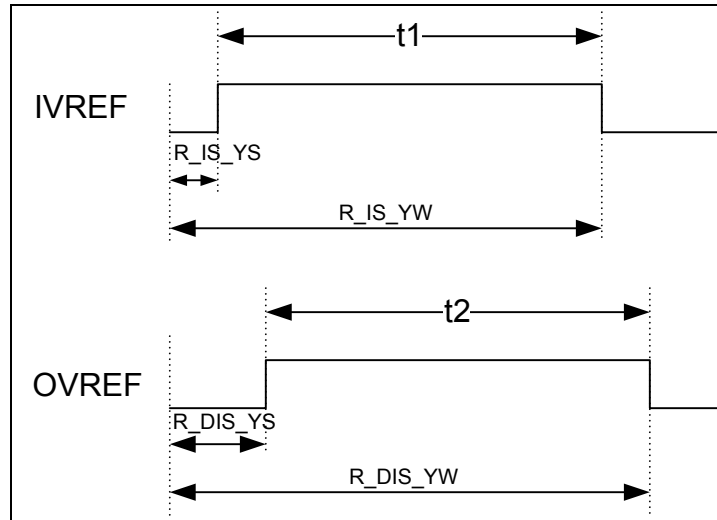

Figure 6-22 Timing Adjustment VREF Information
1. IVREF (t1) 總長度與OVREF (t2) 相近且小於OVREF (t2) (參考 Figure 6-22)。